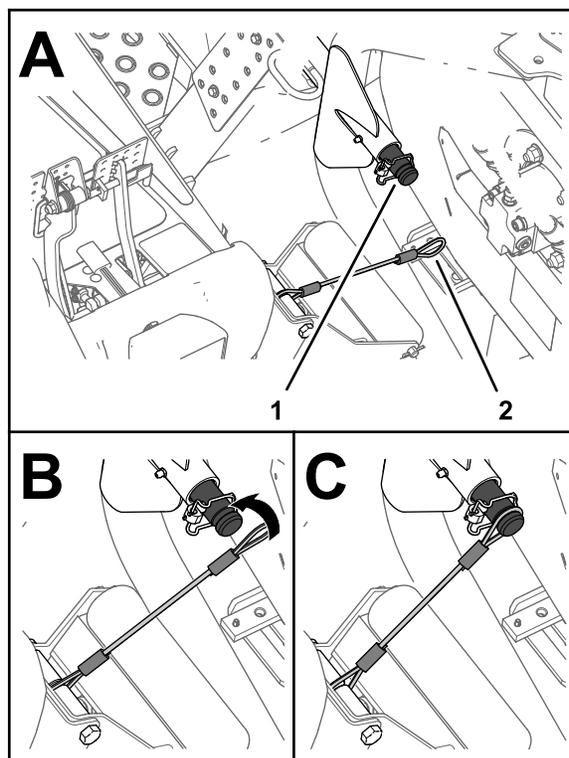

Figure 65
5. Placez le cordon devant l'arbre porteur du bras de levage du plateau de coupe extérieur avant (Figure 65).
6. Enfilez la boucle du cordon sur l'arbre porteur et engagez-le complètement dans la gorge de l'arbre (Figure 65).